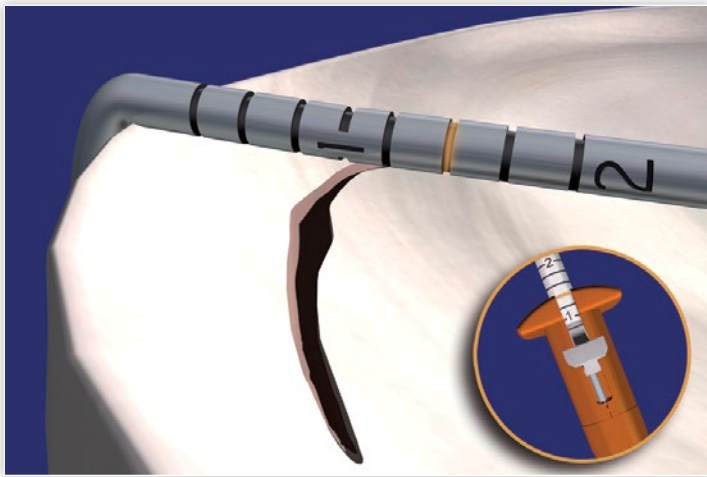
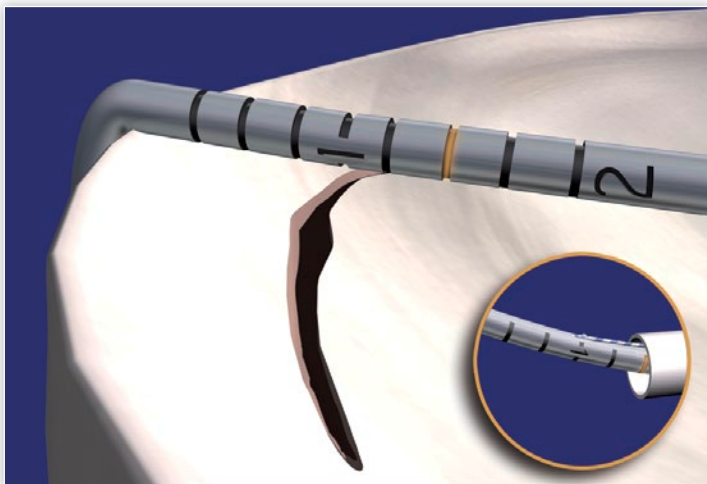

Abb. 1: Messen und Einstellen der Eindringtiefe
Abb. 2: Überprüfung der Eindringtiefe an Lasermarkierung
1. Bestimmen Sie die geeignete Eindringtiefe der Applikationsnadel mit Hilfe der Tiefenmesslehre. Positionieren Sie die Spitze der Tiefenmesslehre an der meniskosynovialen Verbindungszone und messen Sie den Abstand zum gewünschten Insertionspunkt der Applikationsnadel. Bei Kniegelenken durchschnittlicher Größe sind 14 mm für gewöhnlich ausreichend. Drücken Sie den Einstellknopf des Tiefenstopps herunter und stellen Sie den gewünschten Wert ein (Abb. 1). Diese Einstellung können Sie sowohl intra- als auch extraartikulär vornehmen. Die Lasermarkierungen an der Spitze der Applikationsnadel dienen als zusätzliche Referenz (Abb. 2).